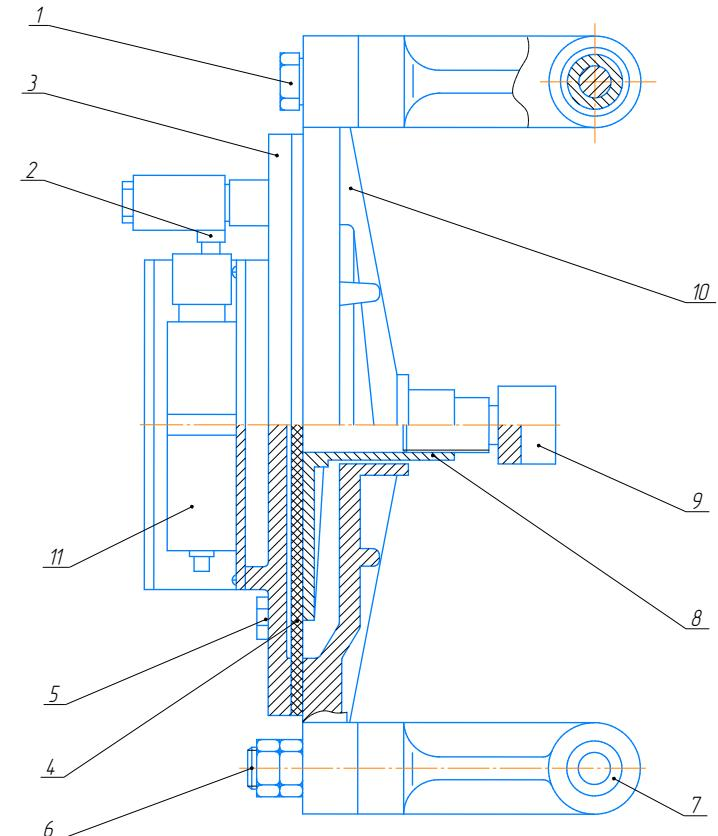

Рис. 3
1.4.3 Трансформатор давления с датчиком давления ДМ5007АEx монтируется на неподвижном конце талевого каната таким образом, что последний оказывается препомленным между крайними неподвижными опорами (см.рис.3) и подвижным средним упором.